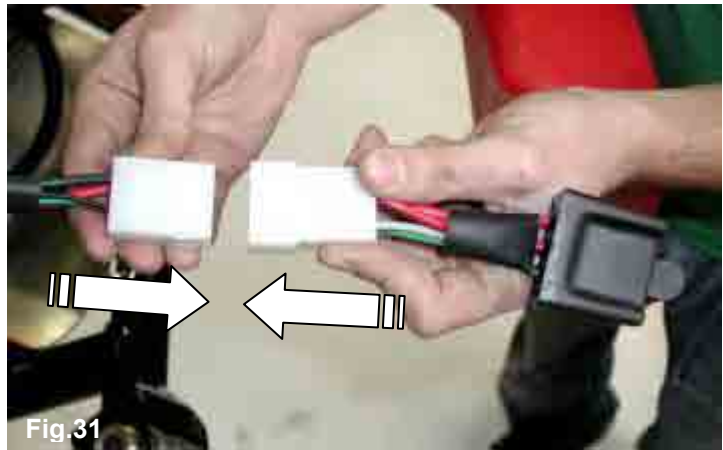

Fig.31
2.9.11 CONNECT THE STARTER RELAY TO THE 4 POLES CONNECTOR ON THE HARNESS (SEE FIG.31).